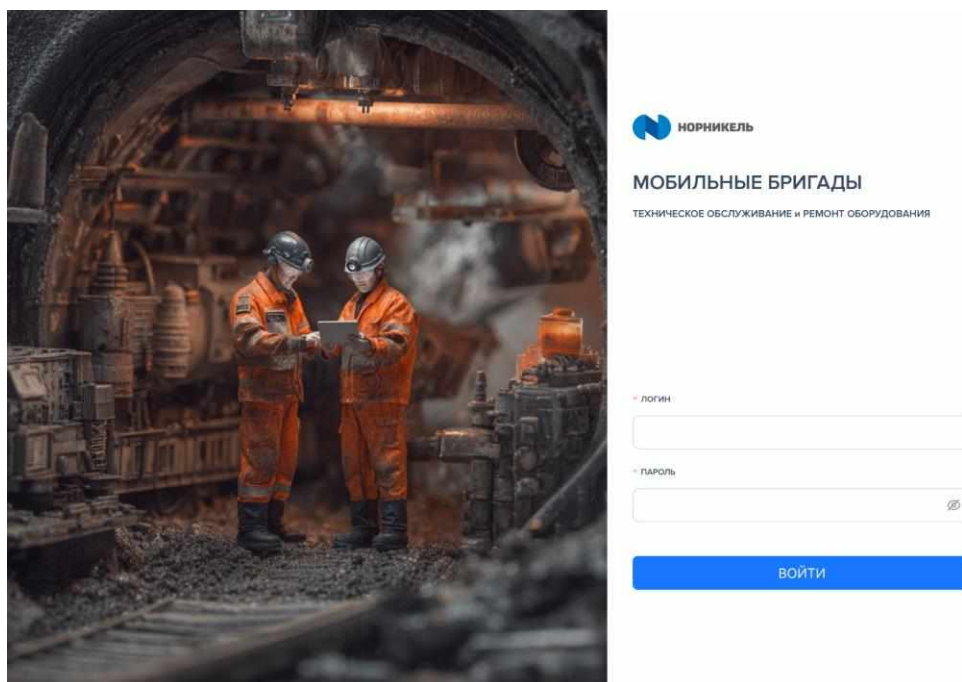

Рисунок 1
2. Далее перейти по ссылке и ввести логин и пароль, после чего нажать кнопку «Войти» (рис. 1).